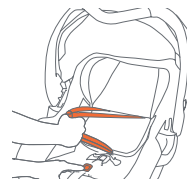

Fig. 32-1
4. Suelte las correas del arnés presionando el Botón de ajuste del arnés que está debajo de la solapa justo encima de la Hebilla del arnés y tirando de las correas del arnés (Fig. 32-1).